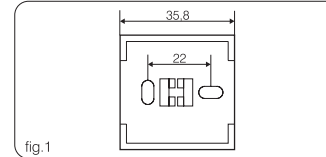

fig. 1
- a parete con basetta plastica (fig. 1) e calotte coprimorsetti in dotazione